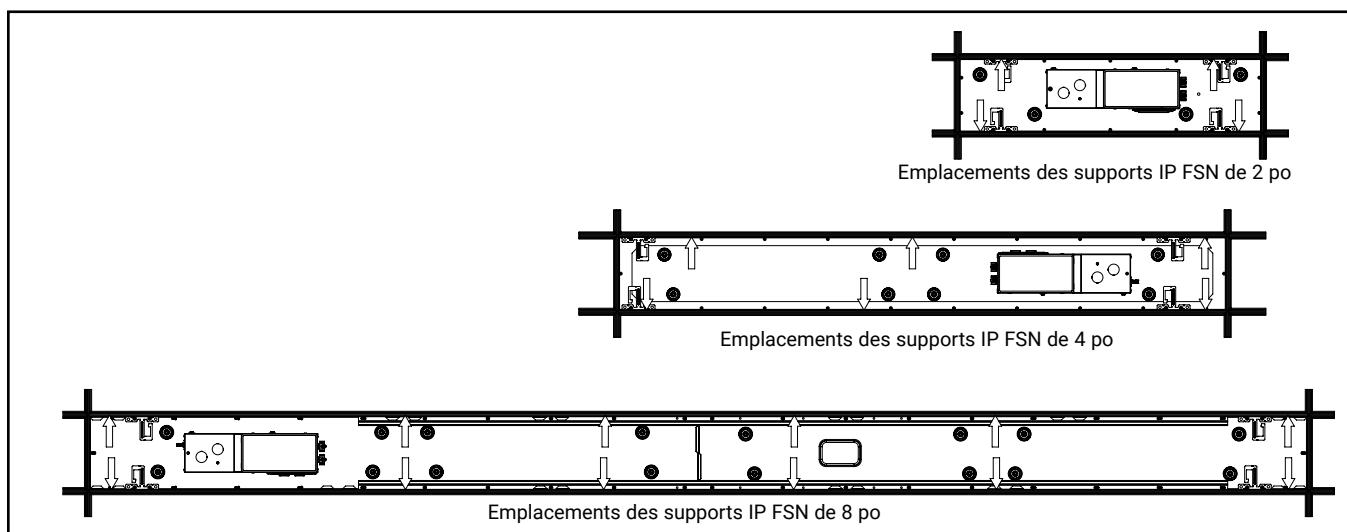

**Figure 7.**
9. Pendant que le luminaire est sous tension, utilisez l'interrupteur de lumens et l'interrupteur TC (si équipé) pour régler le niveau d'intensité de lumens et le TC du luminaire (Figure 7). Consultez l'étiquette sur le dessus du pilote pour connaître chaque réglage de lumens et de tensions.